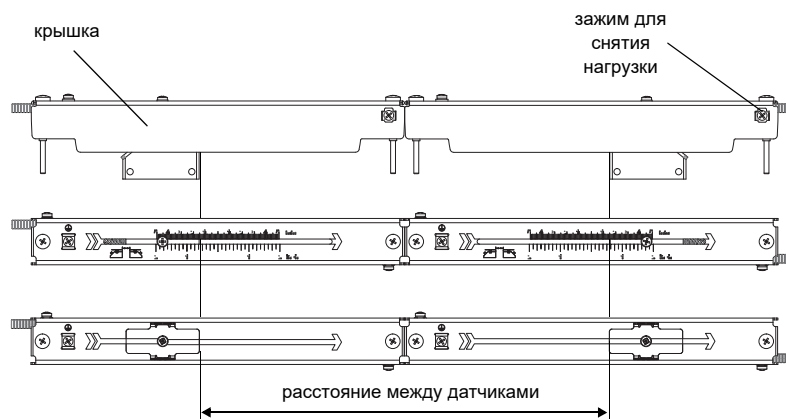

Рис. 8.27: Установка расстояния между датчиками
- Установите расстояние между датчиками, рекомендуемое преобразователем (смотри подраздел 11.6 и Рис. 8.27).
- Прикрепите кабели датчиков к зажиму для снятия нагрузки, чтобы защитить их от механической нагрузки (смотри Рис. 8.27).